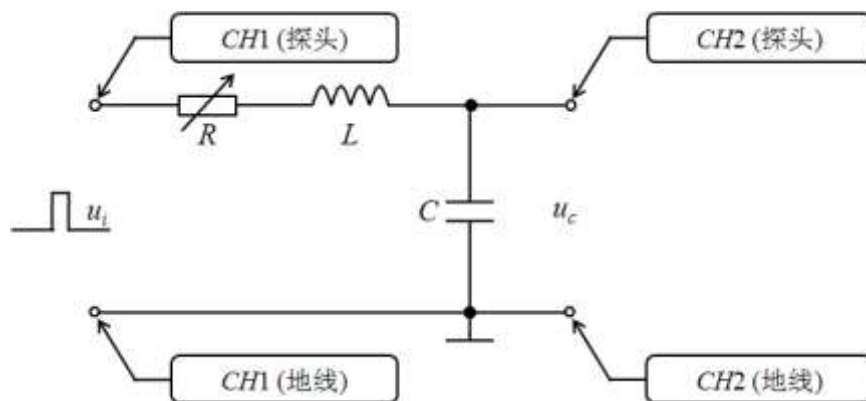

图 4.4
1) 测试电路如图 4.4 所示, R 为变阻箱, 电容 $C = 0.01\mu\text{F}$, 电感 $L = 2.7\text{mH}$ 。